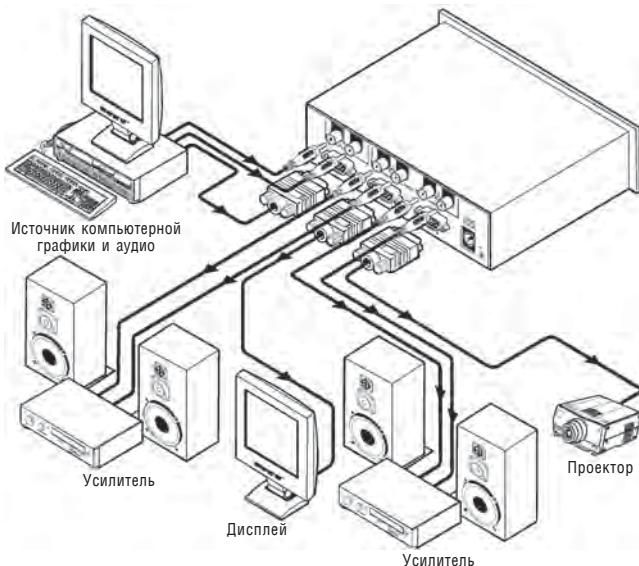

Рис. 4. Подключение VP-2xI
Пример подключения **VP-2xI** приведён на рис. 4:
- 3 Подключите блок питания к разъёму 12V DC и подключите блок питания к сетевой розетке (на рис. 4 не показан).